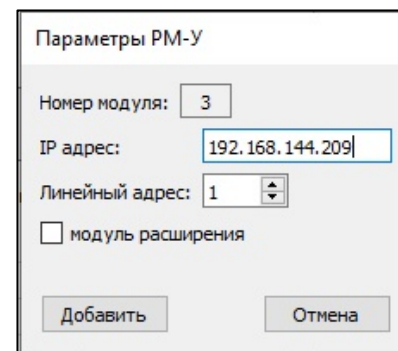

Рисунок 17. Окно добавления РМ в ПН "Пунктир-А"
5.9.9 Добавление нового РМ осуществляется нажатием кнопки «Добавить», при этом открывается окно ввода параметров РМ (рисунок 17), где необходимо задать IP адрес, линейный адрес и наличие модуля расширителя, порядковый номер РМ устанавливается автоматически. Поле нажатия кнопки «Добавить» в таблице модулей заполняется очередная строка с заданными параметрами.